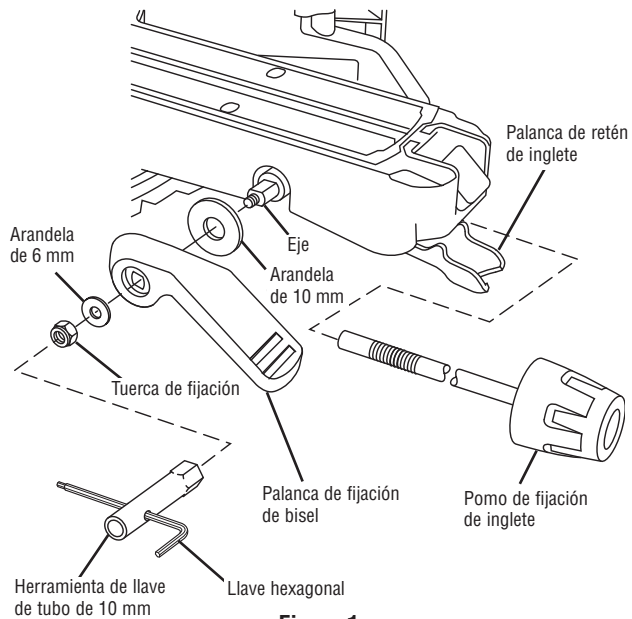

Figura 1
2. Deslice la palanca de fijación de bisel sobre el eje, alineando las superficies planas del eje con las superficies planas del agujero de montaje de la palanca. La palanca debería estar horizontal con el mango en la parte delantera (vea la figura 1).
1. Mire debajo del brazo delantero de la mesa giratoria encima de la palanca de fijación y localice el agujero de 10 mm (vea la figura 1).